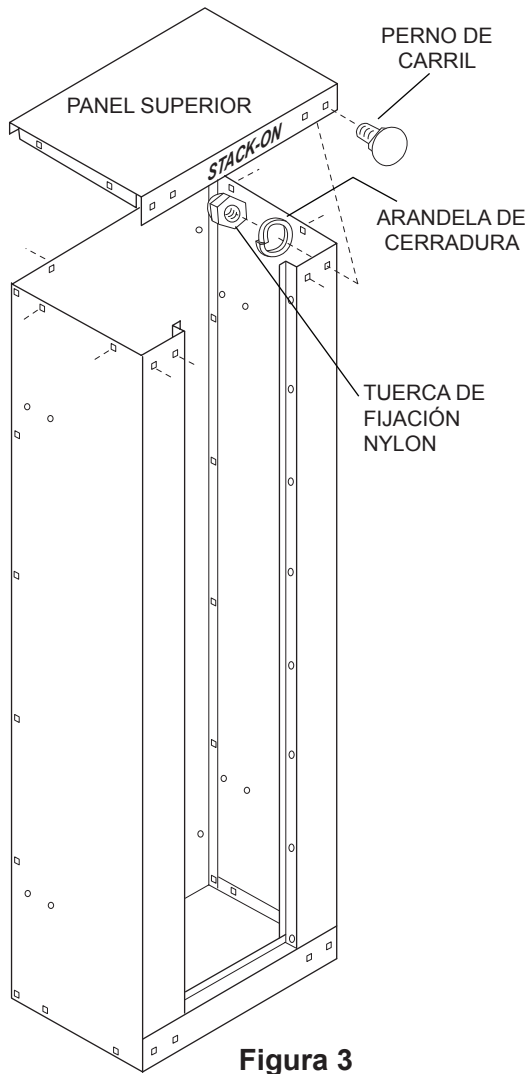

Figura 3
Con la pestaña frontal y trasera hacia la parte exterior del gabinete y las pestañas laterales hacia el interior del gabinete, ensamble con (10) pernos de carril, arandelas de cerradura y tuercas de fijación nylon. (Figura 3)